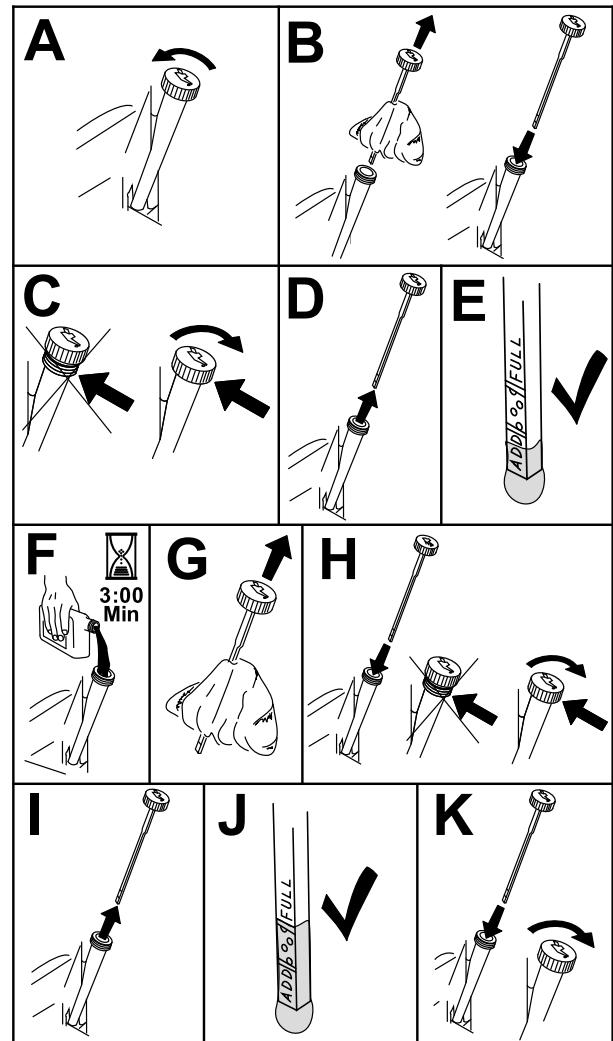

Figura 34
3. Para que no entre suciedad, recortes de hierba, etc., en el motor, limpíe la zona alrededor del tapón de llenado/varilla de aceite antes de retirarlo (Figura 34).